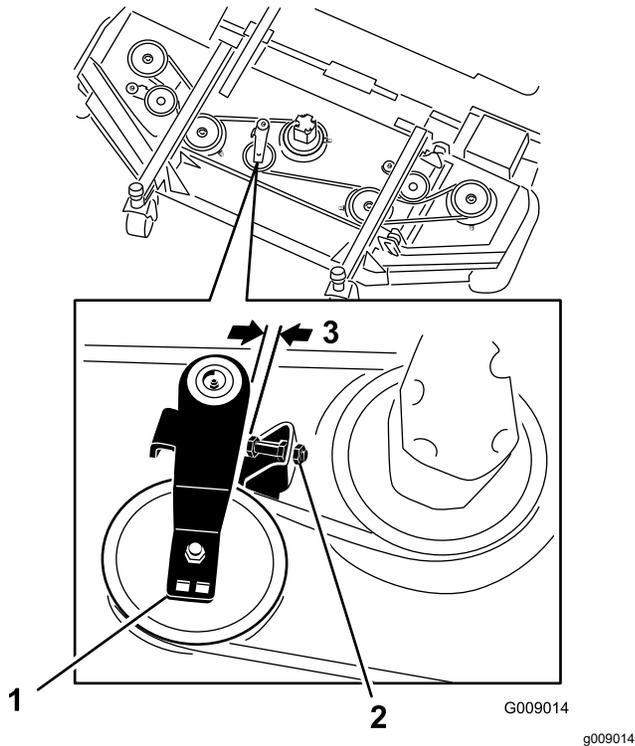

Рисунок 124
- На передней деке в среднем положении отпустите контргайки на винте упора натяжного ролика и заверните винт упора в кронштейн (Рисунок 124).
- Используя гаечный ключ с храповиком или аналогичный инструмент, отодвиньте натяжной ролик каждой боковой деки от приводного ремня, чтобы ослабить натяжение ремня и снять его со шкива боковой деки (Рисунок 124).